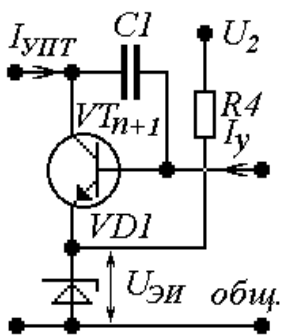

Рис.11. Вариант 1
$$U_{K_{n+1}} = U_{2\text{ном}} - U_{\text{ЭИ}} + \sum_{l=1}^n U_{\text{БЭ}_l}, \text{ для рис. 11, 12.} \quad (29)$$
$$I_{\text{УПТдоп}} \leq \frac{0.5 P_{\text{Кдоп}}}{U_{K_{n+1}}}, \text{ для рис. 11...20.} \quad (33)$$
$$U_{\text{ЭИ}} \leq U_{2\text{ном}} - 3B, \text{ для рис. 11, 12, 17, 18, 19, 20.} \quad (34)$$
$$R_4 \leq \frac{U_{2\text{ном}} - U_{\text{ЭИ}}}{I_{\text{см1min}}}, \text{ для рис. 11, 12, 17, 18, 19, 20.} \quad (36)$$
$$I_{K_{n+1}} = I_{УПТmax}, \text{ для рис. 11, 12, 13, 14, 15, 16.} \quad (39)$$
$$K_{I_{n+1}} = \frac{\beta_{n+1} R_n}{R_n + R_{вхРЭ}}, \text{ для рис. 11...20.} \quad (41)$$
$$I_{уmax} = I_{K_{n+1}} / K_{I_{n+1}}, \text{ для рис. 11...20.} \quad (42)$$
$$R_{вхУ} = r_{вх_{n+1}} + (1 + \beta_{n+1}) \frac{R_4 r_{см}}{R_4 + r_{см}}, \text{ для рис. 11...14 и 17...20.} \quad (43)$$
$$C_1 = (0.01...0.05) 10^{-6} \text{ Ф, для рис. 11...20.} \quad (45)$$